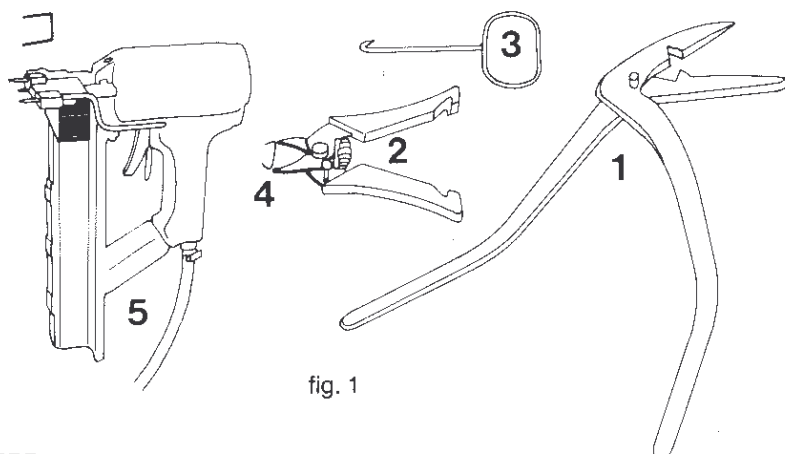

fig. 1
## II - Matériel courant pour les coupes et les assemblages (fig. 1).
Les panneaux de Nergalto sont ensuite fixés horizontalement sur les montants d'ossature à l'aide d'agrafes galvanisées de longueur 30 mm et de largeur 25 mm, enfoncées avec une agrafeuse pneumatique à raison d'une agrafe par nervure (fig. 1 (5) page 3).
Le maintien de l'emboîtement des nervures en recouvrements latéraux et bout à bout est assuré par des agrafes galvanisées HR 30 ou similaires (fig. 1 (4 & 2) page 3).
Le papier doit être préalablement enlevé sur la partie en recouvrement (fig. 7a) et on doit respecter le bon alignement et le parfait emboîtement des nervures qui ne doivent pas être écrasées lors des coupes (utiliser la cisaille spéciale à dent ou une tronçonneuse) (fig. 1 (1) page 3 - fig. 7b).